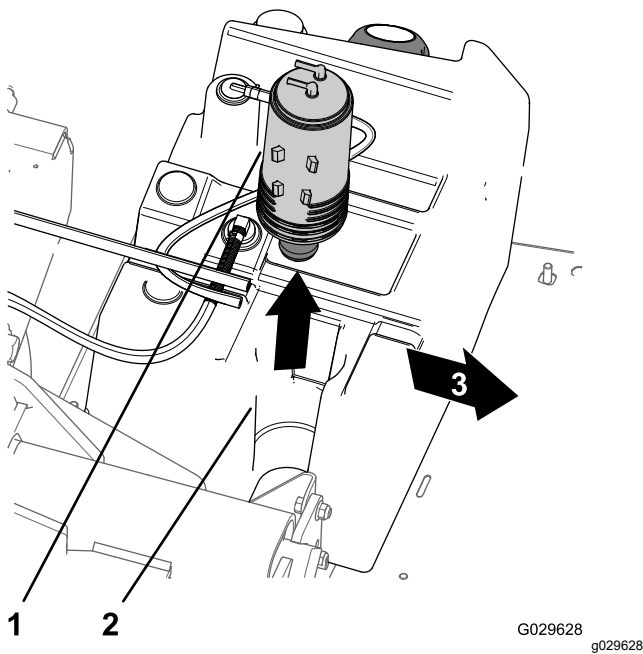

Figura 50
3. Levante o recipiente de carbono da montagem do recipiente de carbono no depósito de combustível (**Figura 50**).
7. Insira o novo recipiente de carbono na montagem do recipiente de carbono do depósito de combustível com as uniões purga e depósito de combustível alinhadas para trás (Figura 50).